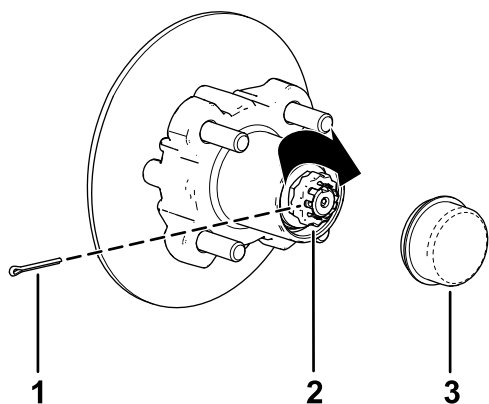

Figura 38
8. Montate il fermo sul dado e controllate l'allineamento della scanalatura sul fermo con il foro del mandrino per la coppiglia (Figura 38).
9. Montate la coppiglia e piegate ciascuna asticella attorno al fermo (Figura 38).
10. Montate il coperchietto antipolvere sul mozzo (Figura 38).